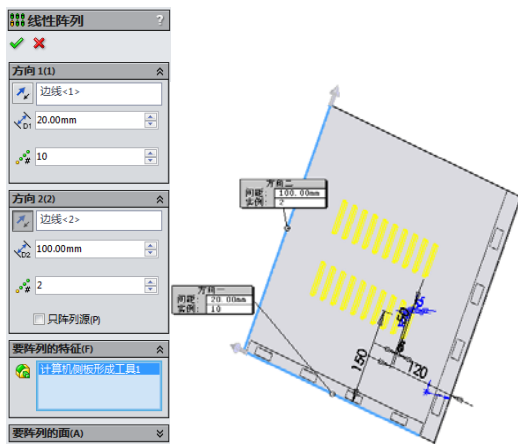
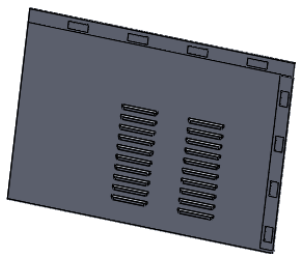

图 10-60 线性阵列“计算机机箱侧板成形工具”
图 10-61 线性阵列的结果
③1 线性阵列成形工具。单击“特征”工具栏中的“线性阵列”按钮, 或执行“插入”→“阵列/镜像”→“线性阵列”菜单命令, 弹出“线性阵列”属性管理器, 在属性管理器中的方向 1 的“阵列方向”栏中单击鼠标, 拾取钣金件的一条边线, 单击按钮切换阵列方向, 在“间距”栏中键入数值 20; 在对话框中的方向 2 的“阵列方向”栏中单击鼠标, 拾取钣金件的一条边线, 并且切换阵列方向, 如图 10-60 所示。然后在 FeatureManager 设计树中单击“计算机机箱侧板成形工具”名称, 单击“确定”按钮完成对成形工具的线性阵列, 结果如图 10-61 所示。